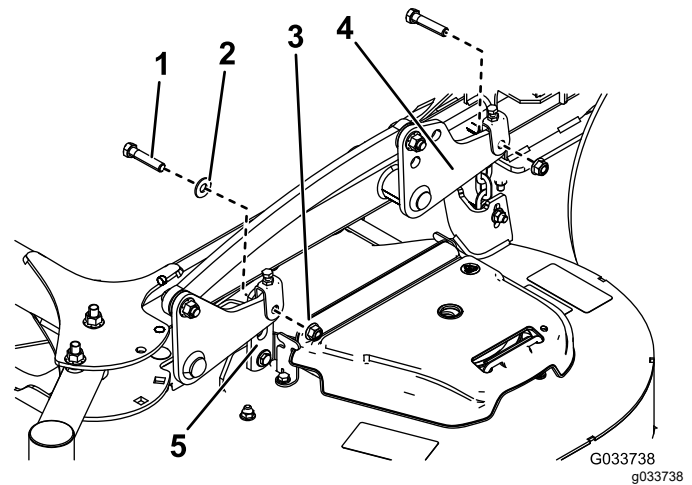
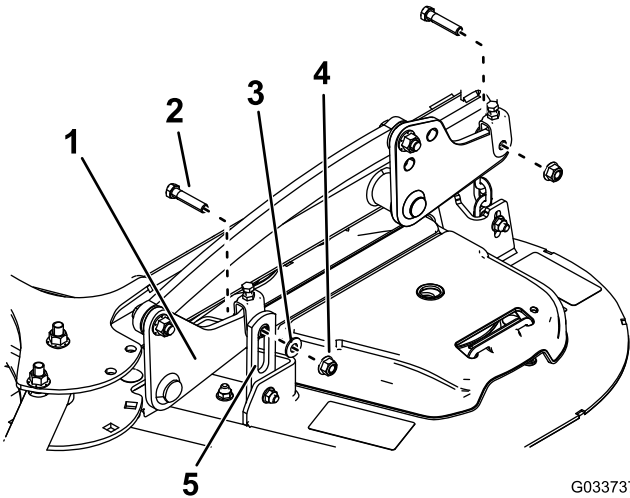

Figura 88
Figura 87
5. Retire los 2 pernos, las 2 tuercas y la arandela que conectan los ganchos de la carcasa de corte con las placas de elevación para ambos lados de la carcasa de corte (Figura 87 y Figura 88).
Nota: Coloque los soportes de ganchos delanteros del exterior de los brazos de elevación delanteros para carcasas de 132 cm (52") (Figura 87). Coloque los soportes de ganchos delanteros del interior de los brazos de elevación delanteros para carcasas de 152 cm (60") (Figura 88).